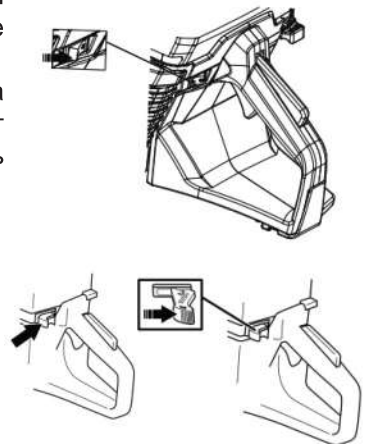

Рис. 14
1. Убедитесь, что переключатель останова двигателя находится в положении «I». На модели GCE 400 переключите рычаг зажигания вправо – до щелчка (рис.14).